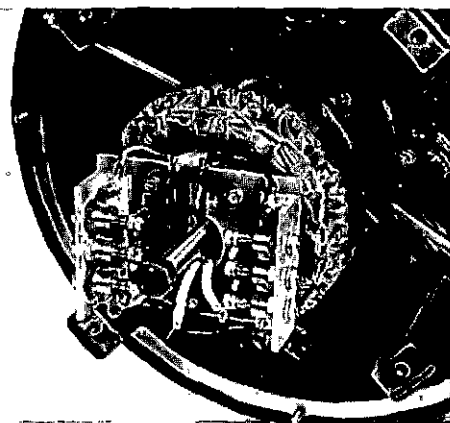
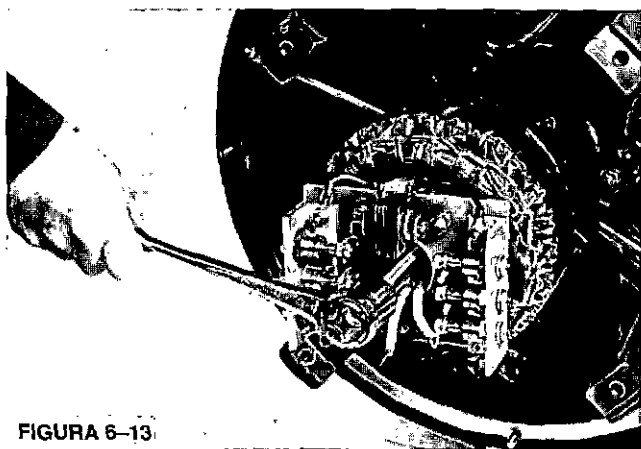

FIGURA 6-12
FIGURA 6-13
3. Como extractor, use un tornillo de seis pulgadas, 3/4-16NF. (Ver sección 9.) El orificio a través del cual va el perno de montaje es roscado. Enrosque el perno extractor en el orificio, y va a empujar contra el extremo del eje. (Figura 6-12.) Coloque con cuidado los cables del rotor principal a través del orificio al extraer la armadura del excitador. (Figura 6-13)